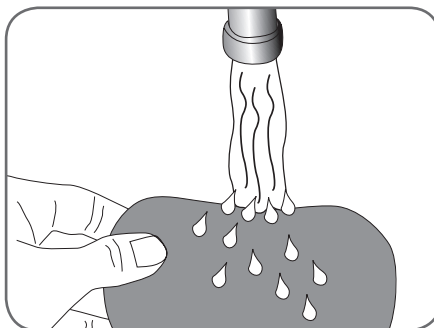

Abbildung 6-21: Befeuchten der Oberschenkel-Gewebeelektroden
3. Befeuchten Sie die Oberschenkel-Gewebeelektroden, bis sie sich mit Wasser vollgesogen haben (siehe Abbildung 6-21).